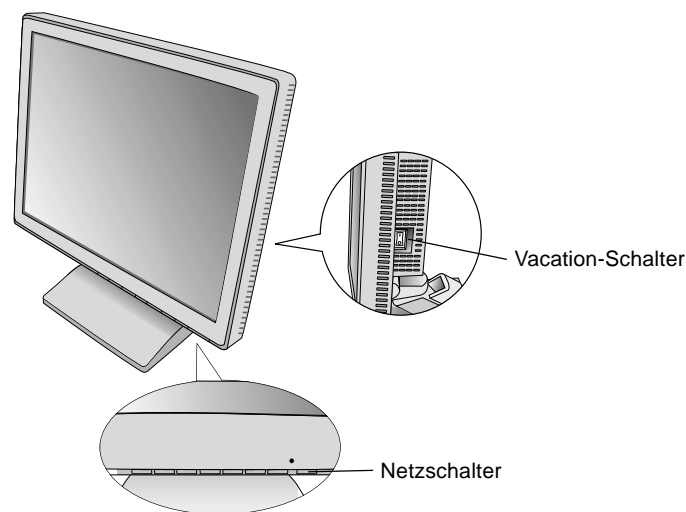

Abbildung D.1
6. Der Vacation-Schalter auf der rechten Seite des Monitors muss sich in der Position ON befinden (**Abbildung D.1**). Schalten Sie Monitor und Computer mit den jeweiligen Netzschaltern ein.